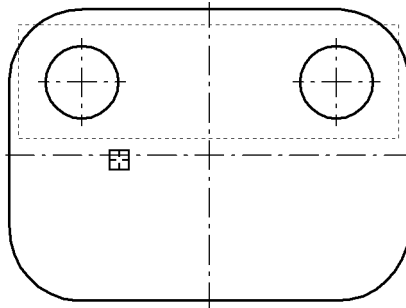

Рис. 15.10. Построение симметричной пары окружностей
Будет выполнено построение правого верхнего отверстия (рис. 15.10).
- 4.7. Нажмите кнопку **Выделить рамкой**. Выделите оба верхних отверстия (рис. 15.10).